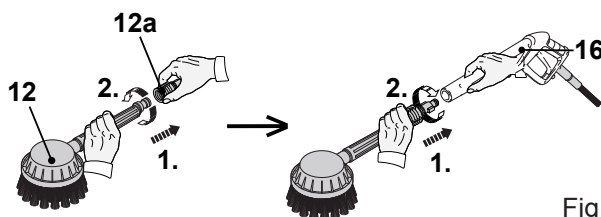

Fig. 15
1. Asegúrese de que el adaptador (12a) está instalado en el cepillo rotativo (12). Seguidamente, alinee las lengüetas del adaptador (12a) con las ranuras presentes en la pistola de alta presión (16) y empújelo para insertarlo.
2. Gire el accesorio en el sentido de las agujas del reloj para encajarlo en su sitio de manera segura (Fig. 15).